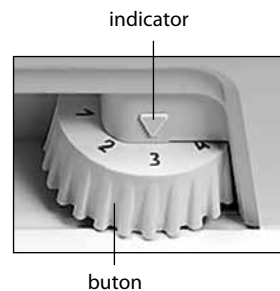

Figura 4 – Buton
La prima conectare se recomandă să efectuați următoarele: deschideți ușa și fixați butonul la diviziunea „3” sau „4” sub indicator în conformitate cu figura 4 și întrerupătorul – la indicele „0”. Apoi închideți ușa congelatorului.
**2.3.1** Reglarea temperaturii în congelator se efectuează cu ajutorul butonului în conformitate cu figura 4. În cazul dacă după ajustarea sau schimbarea condițiilor de exploatare compresorul a început să funcționeze continuu, este necesar de a roti rola în direcția reducerii decalajului digital până când se fixează cu clic în termostat. După reglare temperatura în congelator se menține automat.